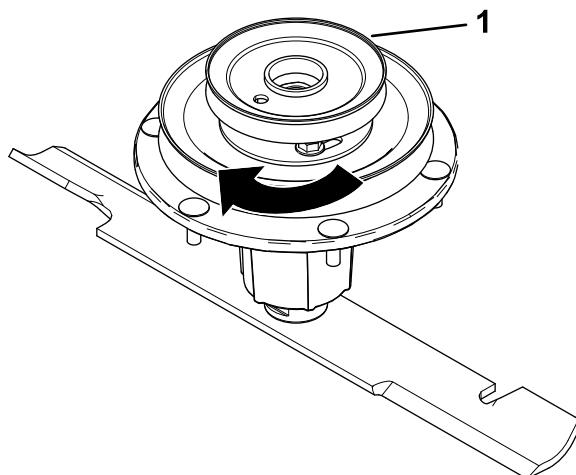

Bild 11
8. Drehen Sie die Riemscheibe, um sie in Position zu bringen (Bild 11).